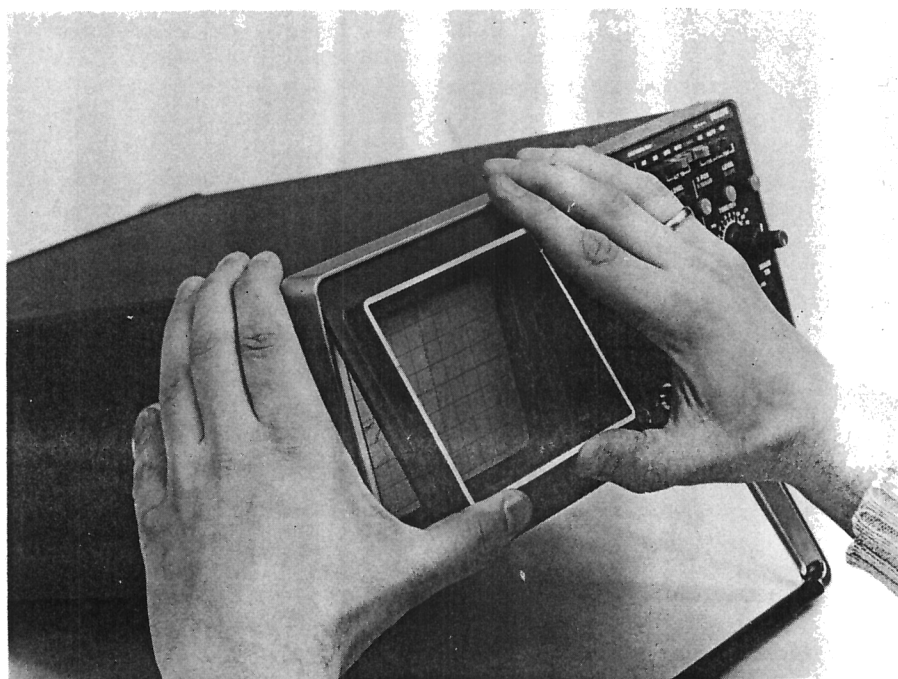

Abb. 2.9. Abnehmen des Bildröhrenrahmens und der Kontrastplatte
- Den Bildröhrenrahmen an den unteren Ecken festhalten und vorsichtig von der Frontplatte ziehen. (Abb. 2.9.).